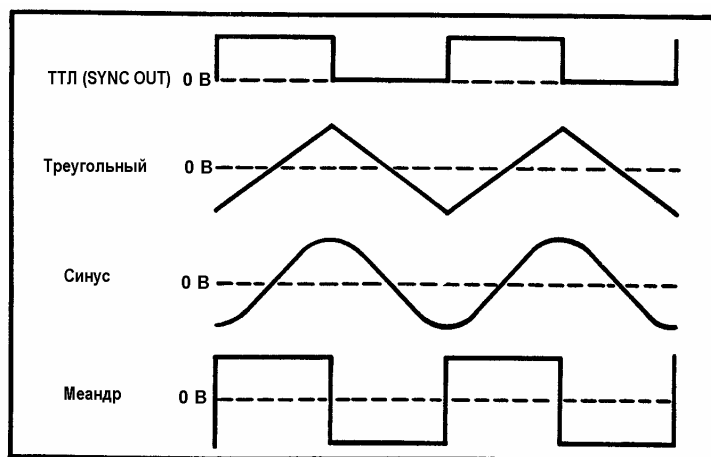

Рисунок 3. Формы выходного сигнала и их фазовое соотношение.
- 5) Нажатием одной из кнопок **FUNCTION** выберите форму выходного сигнала: синус, меандр или треугольный сигнал. Рис. 3 иллюстрирует формы выходного сигнала и их фазовое соотношение.